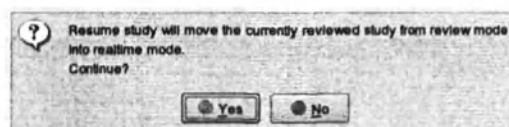

Рисунок. 73. Диалоговое окно возобновления исследования.
8. Нажмите **[Yes] (Да)** в диалоговом окне (Рисунок. 73) для продолжения.